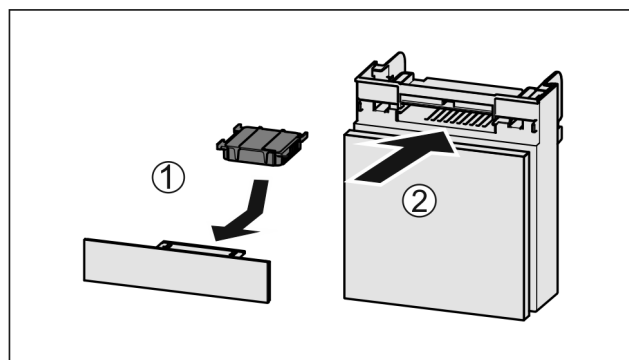

Fig. 37
- ▶ Vložte aktívny uhlíkový filter podľa obrázka Fig. 37 (1).
- ▶ Zasuňte zásuvku Fig. 37 (2).